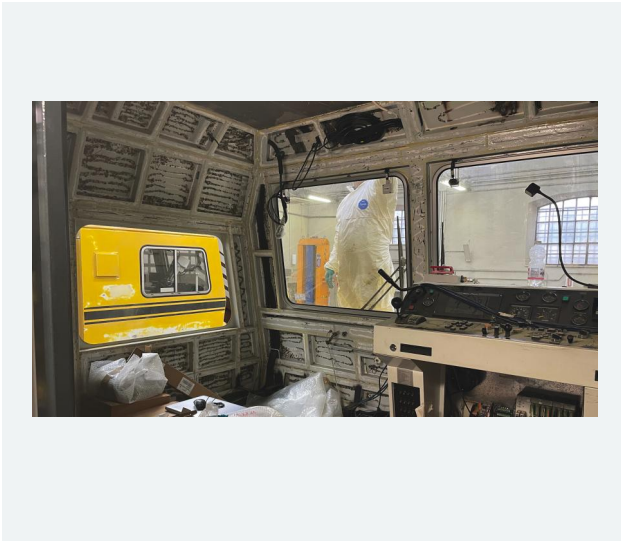
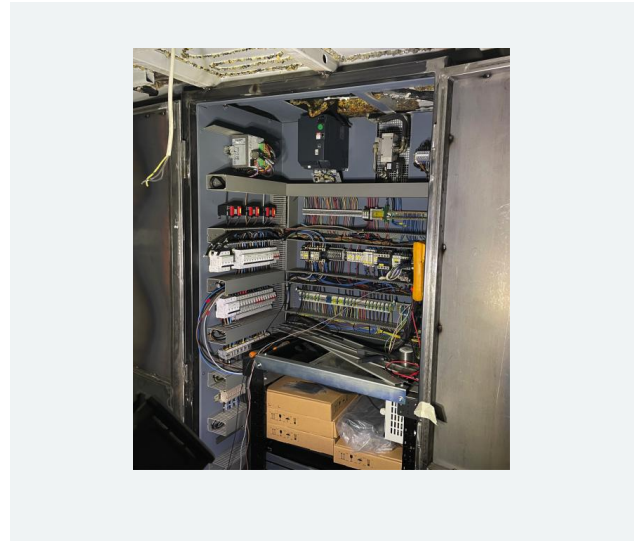

Bild 3: Umbau des Fahrstands
Bild 4: Umbau der elektrischen Anlagen
- In Bild 3 und Bild 4 ist der Umbau der Fahrkabine und der elektrischen Anlagen zu sehen.